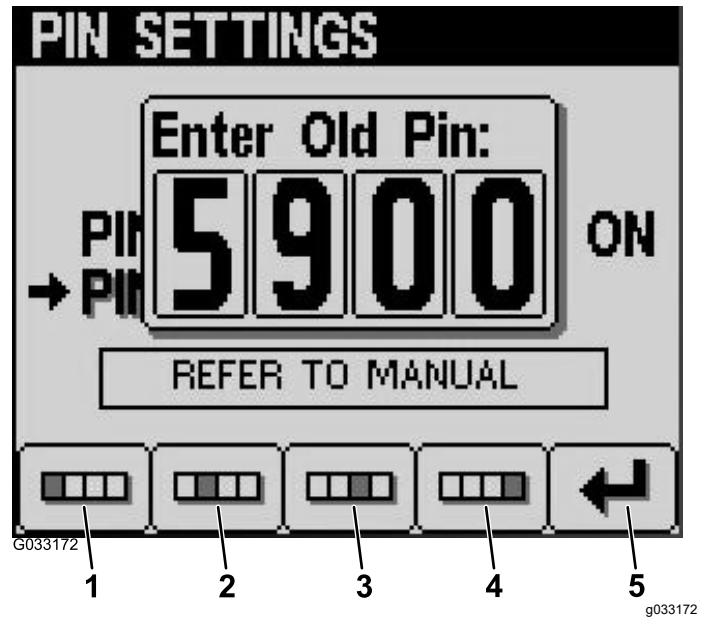

Figure 15
- Saisissez l'ancien code PIN en utilisant les boutons 1 à 4 puis en appuyant sur le bouton 5 pour confirmer (Figure 15).